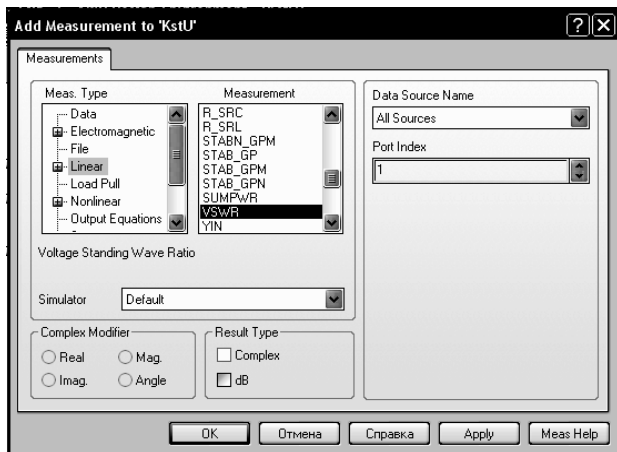
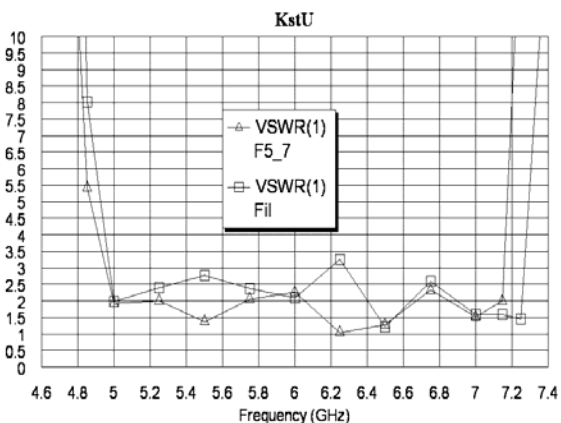

Рис. 3.182
Рис. 3.183
7. Создайте график коэффициента отражённой волны. Для этого щёлкните по значку **New Graph** на панели инструментов и создайте график с именем **KstU**. Щёлкните по имени созданного графика в левом окне проекта и выберите **Add Measurement**. В области **Meas. Type** отметьте **Linear**, в области **Measurement** отметьте **VSWR**, в поле **Port Index** введите **1**, снимите “галочку” в **dB**, нажмите **Apply** и **ОК** (рис. 3.182). Щёлкните по значку **Analyze** на панели инструментов. Щёлкните правой кнопкой мышки по полученному графику и выберите **Properties**. В открывшемся окне для оси x снимите “галочки” в **Auto limits** и в **Auto divs**, в поле **Min** введите **4.6**, в поле **Max** введите **7.4**, в поле **Step** введите **0.2**. Для оси **Left 1** снимите “галочки” в **Auto limits** и в **Auto divs**, в поле **Min** введите **0**, в поле **Max** введите **10**, в поле **Step** введите **0.5**. Нажмите **Apply** и **ОК**. Полученный график показан на рис. 3.183.